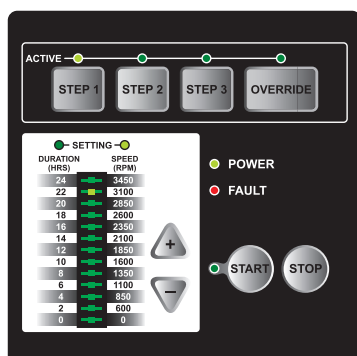

Figura 2: LED de velocidad
2. Pulse la tecla STEP 1 de nuevo para cambiar la VELOCIDAD. El LED del ajuste de la VELOCIDAD se iluminará. El gráfico de barra indicará la VELOCIDAD predeterminada para STEP 1, véase la figura 2.